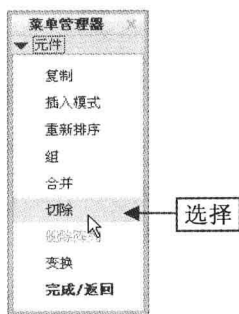

图 11-90 选择“切除”选项
Step 02 在弹出的下拉列表中选择“元件操作”选项，弹出“元件”菜单管理器，选择“切除”选项，如图 11-90 所示。